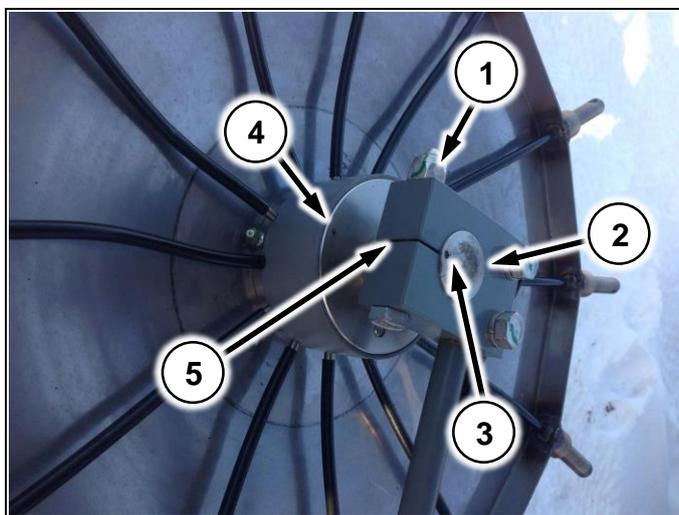

Рис. 163
1. Ослабьте болт (Рис. 163/1)
2. Вращайте ось диска (Рис. 163/2)
3. Добейтесь совпадения точек (Рис. 163/3) и (Рис. 163/4) с прорезью (Рис. 163/5)
4. Затяните болт (Рис. 163/1)